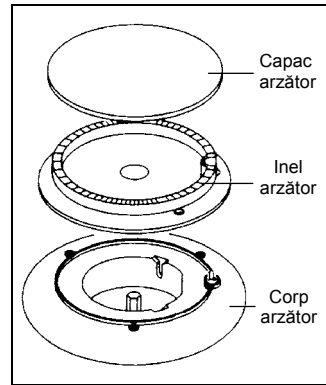

fig. 12
- Se înlătură grătarul plitei, capacele și inelele arzătoarelor(fig.12).